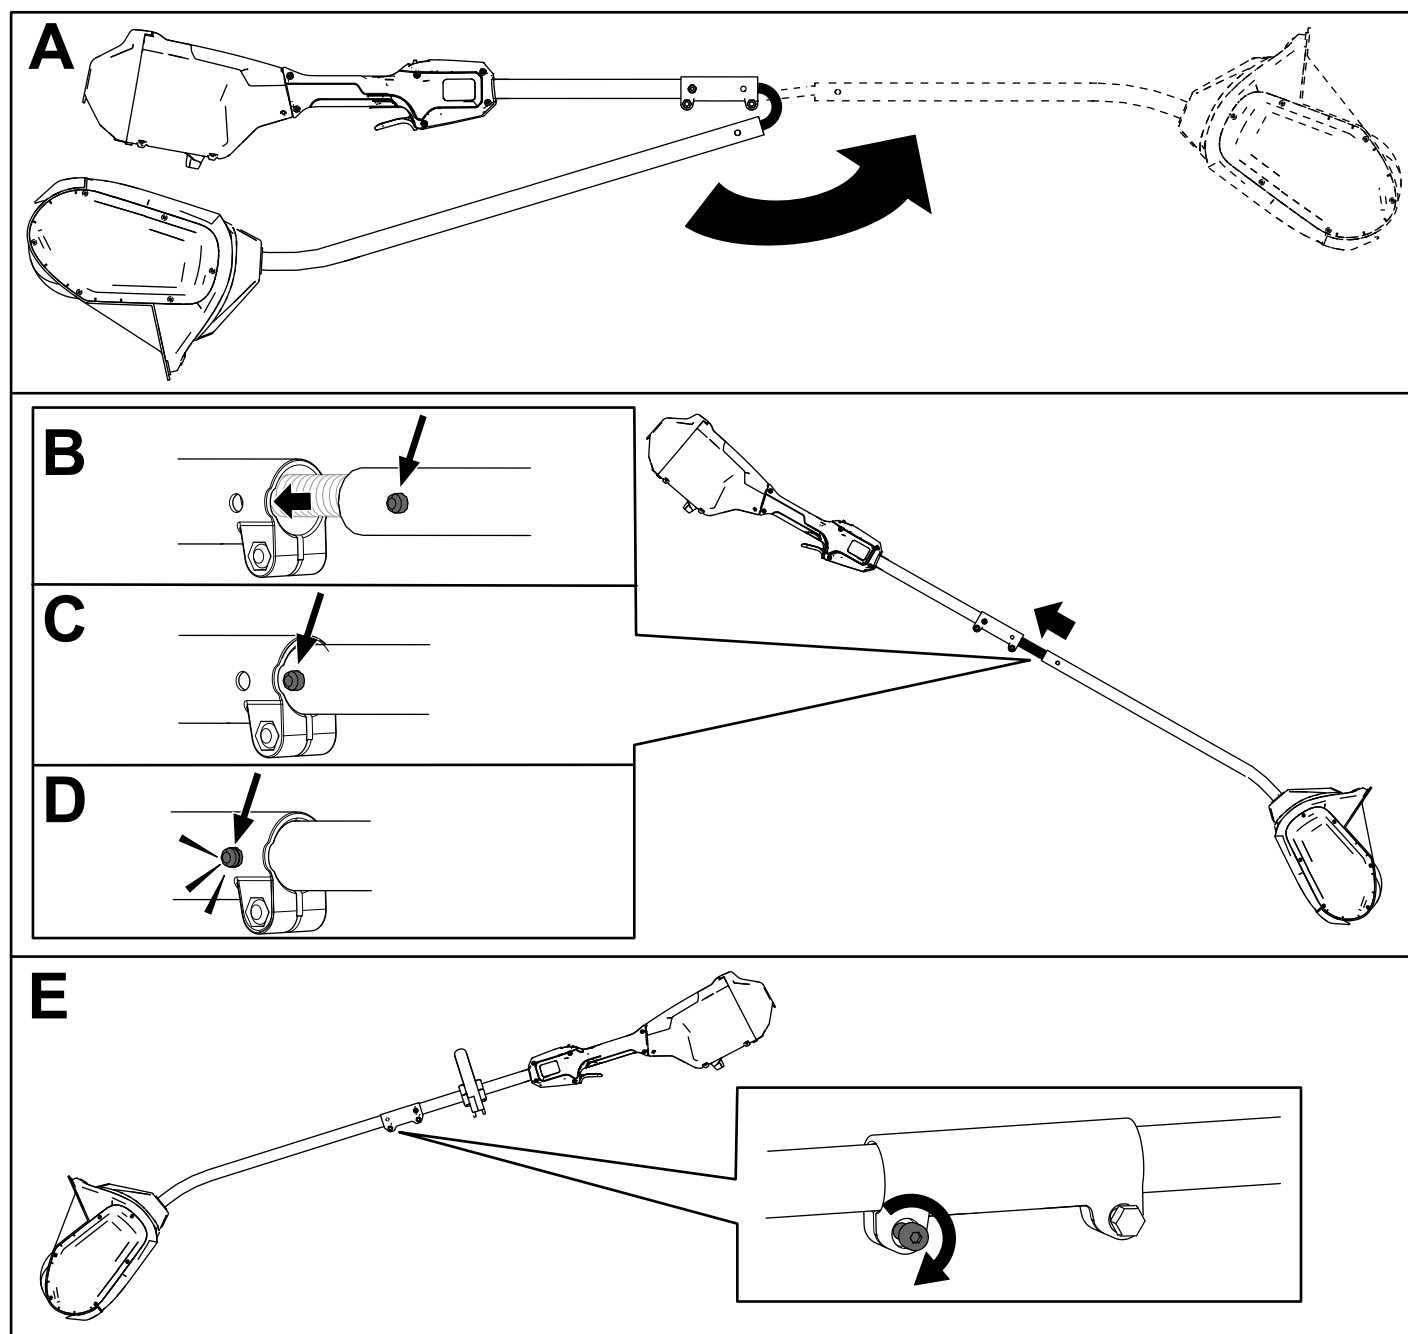

Figura 4
1. Desdobre a pega (A da Figura 4).
2. Alinhe o botão de bloqueio no eixo inferior com o orifício ranhurado no eixo superior e deslize os 2 eixos em conjunto (B e C da Figura 4).
Nota: O botão de bloqueio faz um estalido no orifício ranhurado quando os eixos são fixados (D da Figura 4).
3. Utilizando a chave Allen fornecida, aperte o parafuso do conector do eixo até ficar bem fixado (E da Figura 4).